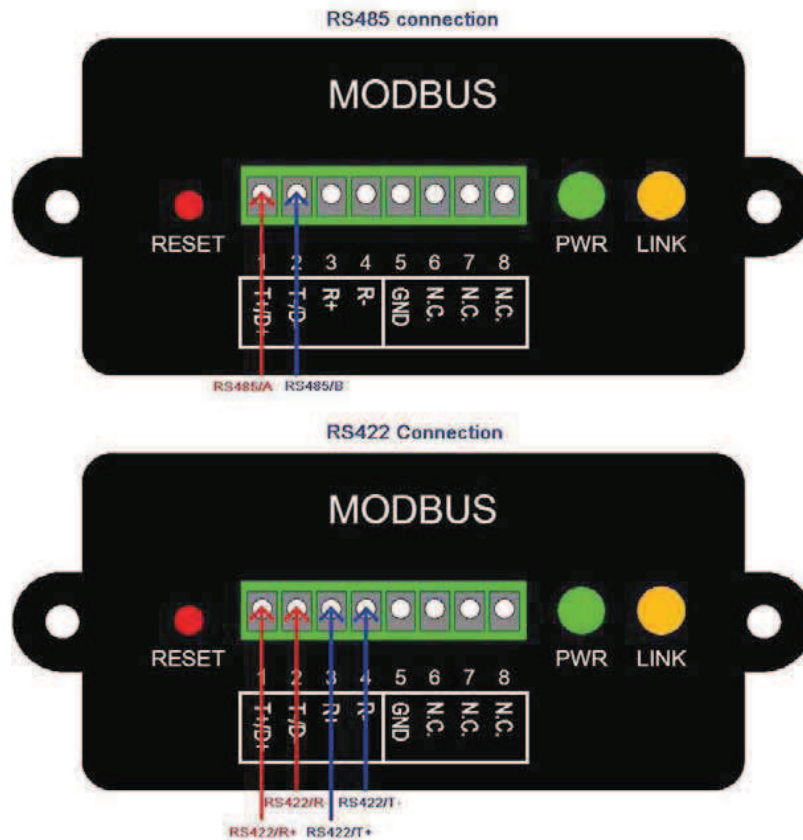

Abb. 1: Anschlüsse RS485/RS422
- ♦ Schließen Sie die Linie RS485/RS422 an den Verbinder auf dem vorderen Bedienfeld an, wie in Abb. 1.